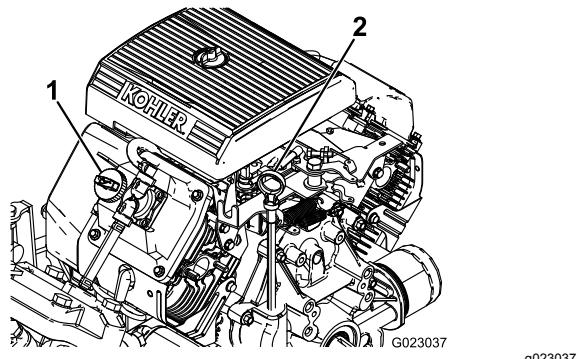

Рисунок 37
- Выньте масломерный щуп и протрите его чистой ветошью (Рисунок 37). Вставьте масломерный щуп в трубку и убедитесь, что он вставлен до упора. Выньте щуп и проверьте уровень масла.
- Если уровень масла низкий, снимите крышку заливной горловины с крышки клапана (Рисунок 37) и залейте масло в отверстие до отметки Full (Полный) на щупе. Медленно заливайте масло и во время этого процесса часто проверяйте уровень. Не допускайте переполнения.